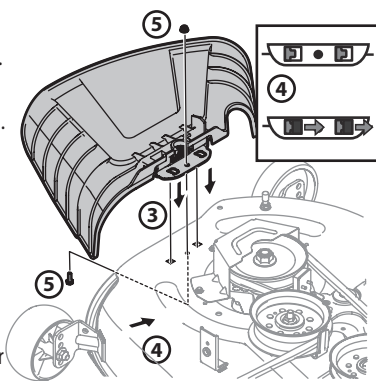

Figura 11
3. Ubique el deflector del canal en la plataforma, asegúrese de insertar las lengüetas de dicho deflector en los orificios de la plataforma. Consulte la Figura 11.
4. Deslice el deflector del canal hacia la parte posterior del tractor hasta que el orificio del perno que está en el deflector del canal quede alineado con el orificio de la plataforma. Consulte la Figura 11.
5. Sujete el deflector del canal en su lugar con la tuerca de seguridad con brida y el tornillo hexagonal que se extrajeron en el paso 2. Ajuste hasta 102-124 pulgadas-libras (11.5-14 N-m). Consulte la Figura 11. Pase a "Ajuste de las Ruedas de la Plataforma".